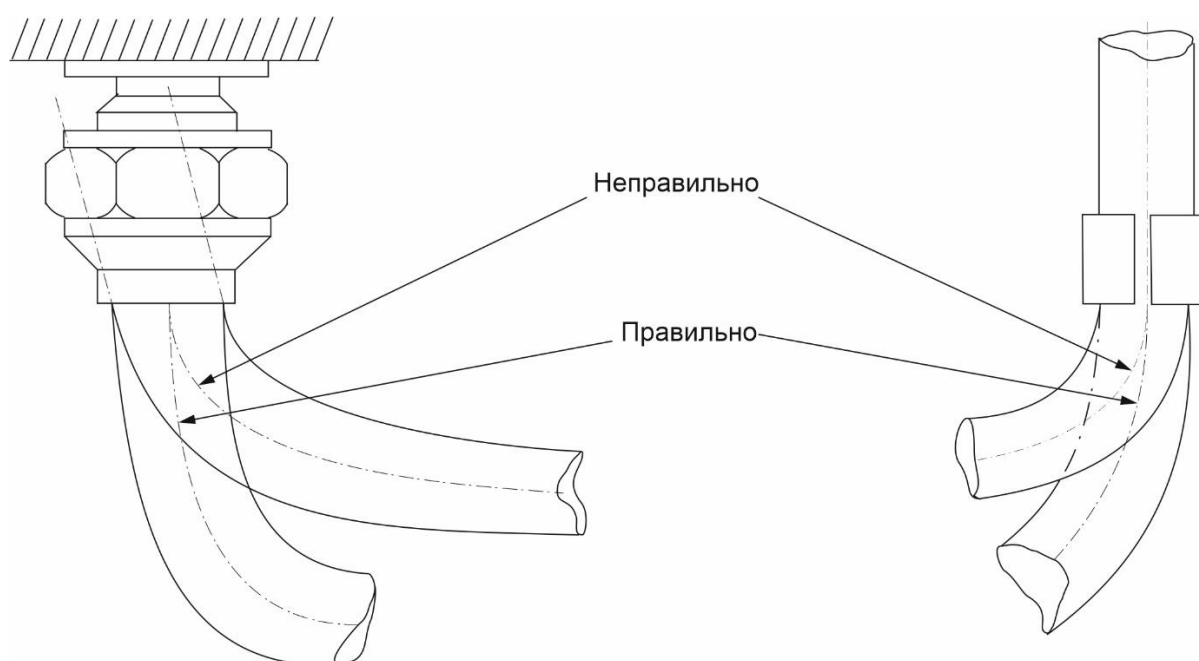
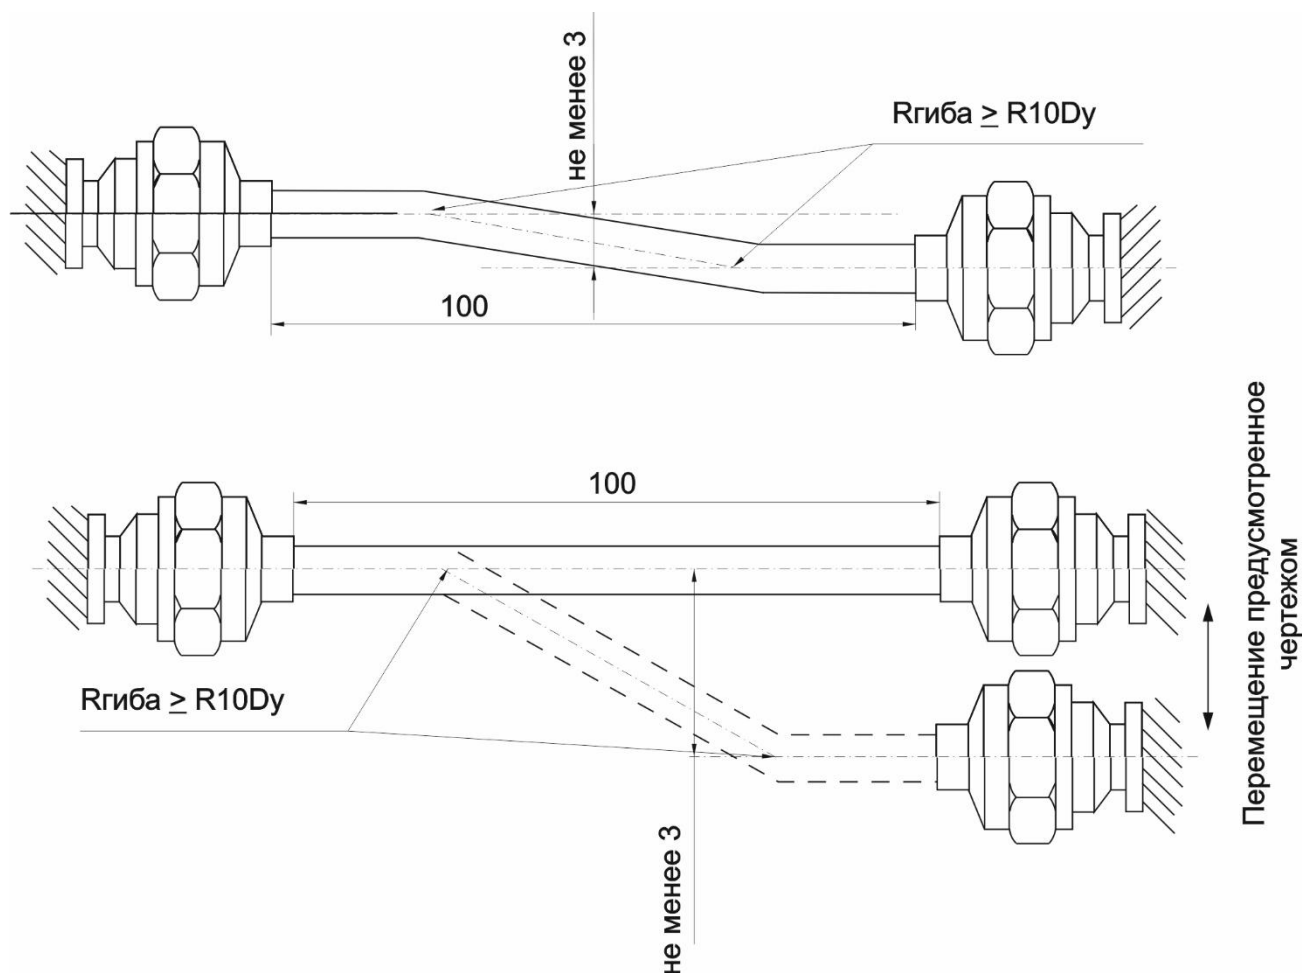

Рисунок 204 – резкий перегиб рукава
Рисунок 205 – Смещение одного конца рукава относительно другого конца
- 3.1.4 При монтаже и при перемещении под давлением не допускается изгиб рукавов радиусом менее 10 Ду (см. рисунок 204, рисунок 205).
- 3.1.5 При монтаже и при перемещении под давлением не допускается резкий перегиб рукавов в местах заделки и при выходе из колодок и хомутов (см. рисунок 204).
- 3.1.7 Допускается монтаж, или перемещение (для подвижных соединений) одного конца рукава относительно другого в плоскости перпендикулярной оси рукава, на величину не более 3 мм на каждые 100 мм гибкой части (см. рисунок 205).